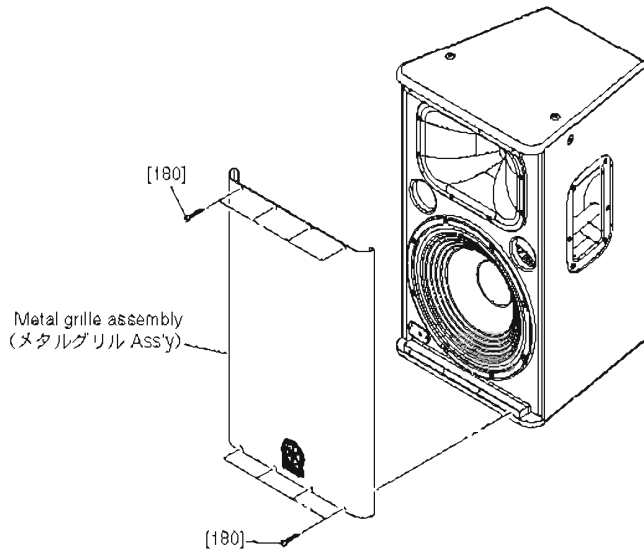

Fig. 1 (図 1)
1-1. Remove the eight (8) screws marked [180]. The metal grille assembly can then be removed. (Fig. 1)
1-1. [180] のネジ 8 本を外して、メタルグリル Ass'y を外します。(図 1)